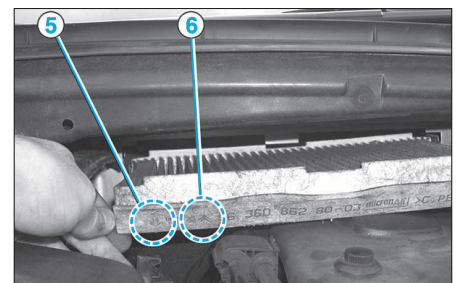

FIG. 4
- Déposer le filtre d'habitacle (Fig.4).
avec sa flèche (5) orientée vers le bas et l'indication haut/bas (6) lisible à l'endroit (Fig.4).